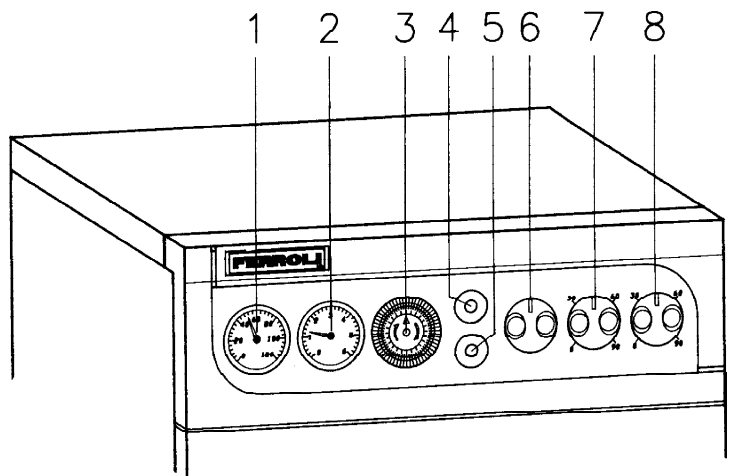

Fig. 1
- TERMOSTATO DE REGULACION (Fig. 1 pos.8)
- TERMOSTATO DE SEGURIDAD DE REARME MANUAL (Fig.1 pos.5)
- TERMOSTATO DE LIMITE A.C.S. (Fig.1 pos.7)